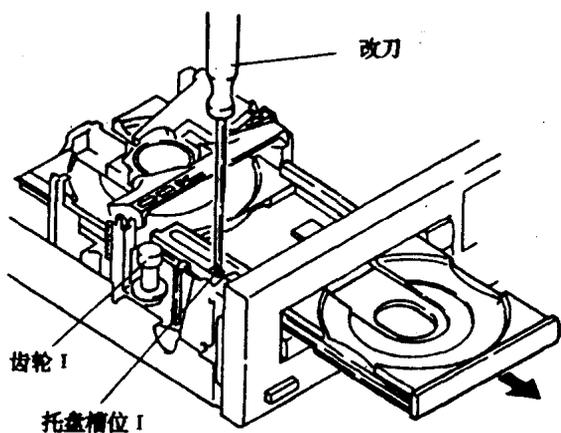

图 1-1-2
(3) 打开托盘 II，再将改刀插入托盘右边的 II 槽，方法同上（如图 1-1-2 所示）。